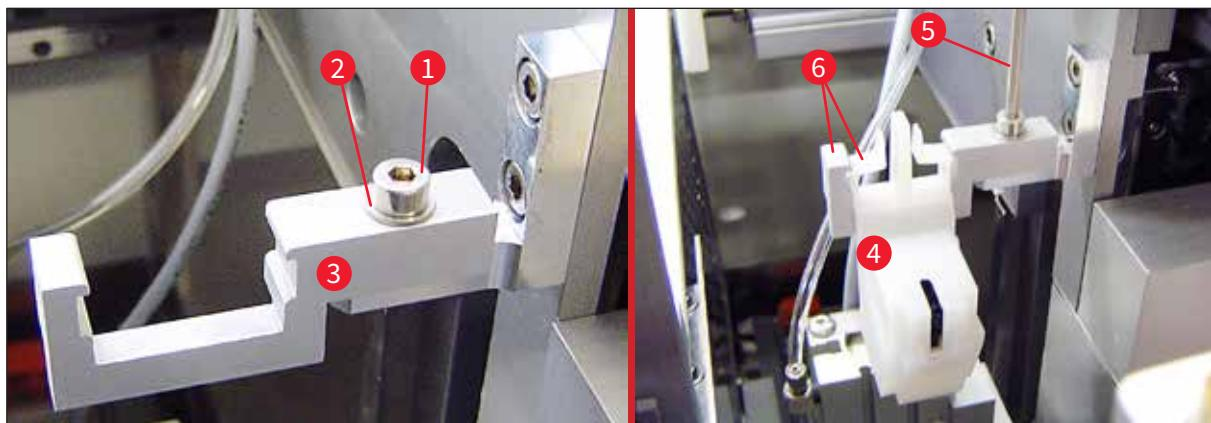

图 22
- 将装配好的整个喷胶针清洁器 (→图 22-4) 插入到固定架中, 如 (→图 22) 所示。向下压, 确保两个侧装配夹 (→图 22-6) 卡入到托架的槽口中 (听到“咔嗒”声)。